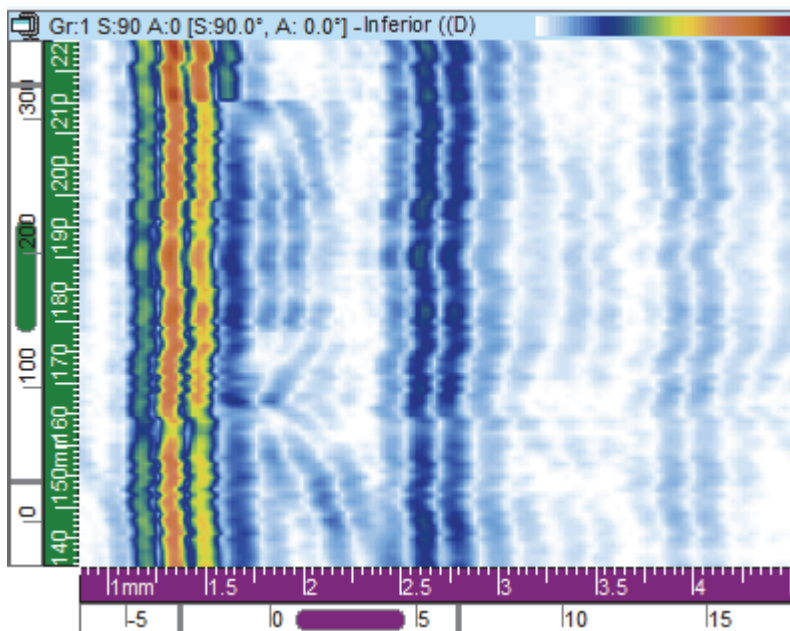

Figura 3-24 Ejemplo de vista inferior (D)
La vista inferior (D) [ver Figura 3-24 en la página 89] es una representación gráfica bidimensional de los datos registrados. Uno de los ejes es el eje de indexación definido y el otro es la trayectoria de ultrasonidos (ultrason.) no corregida. La posición de los datos mostrados está relacionada con las posiciones del codificador durante la adquisición. En una posición específica de la imagen proyectada, el color corresponde con la amplitud máxima de dicha posición, tal como ha sido detectada en el rango del eje de escaneo.